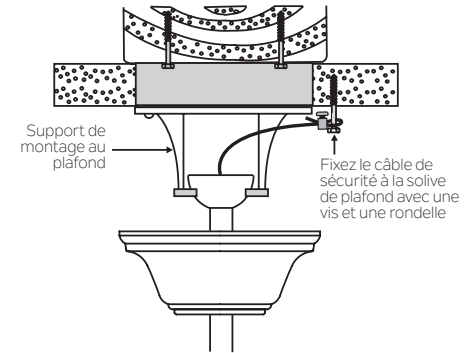

Fig. 11
**Étape 1.** Fixez la vis à bois et les rondelles fournies à la solive de plafond à côté du support de montage, mais ne les serrez pas. (Fig. 11)